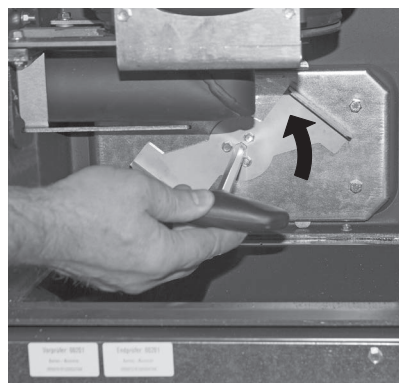

Fig. 41 Griff verdrehen gegen den Uhrzeigersinn verdrehen
- ▶ Deckel-Nachheizflächen ansetzen und Griff gegen den Uhrzeigersinn bis zum Anschlag verdrehen – Fig. 41.